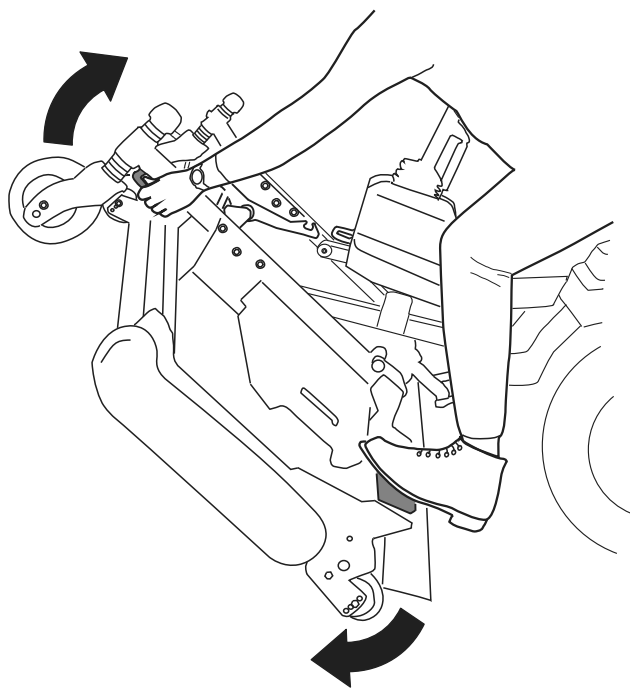
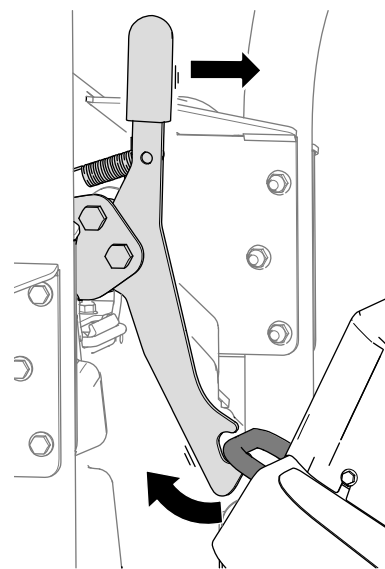
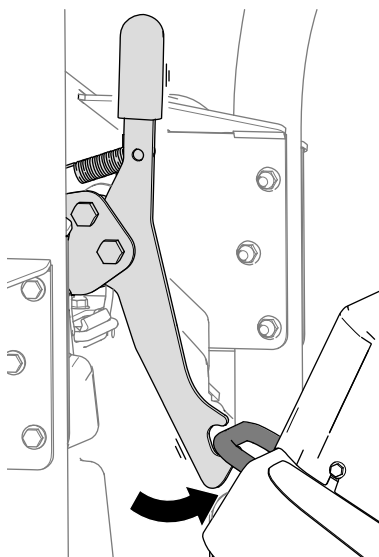

Figura 39
Figura 41
Figura 40
5. Ruotate l'apparato di taglio (Figura 39) in modo tale che il fermo si inserisca nella staffa di ancoraggio (Figura 40).
1. Rilasciate il fermo dell'apparato di taglio dalla staffa di ancoraggio (Figura 41) ruotando l'apparato di taglio leggermente in avanti (fate riferimento a Figura 39) e spingendo la maniglia del fermo in avanti.